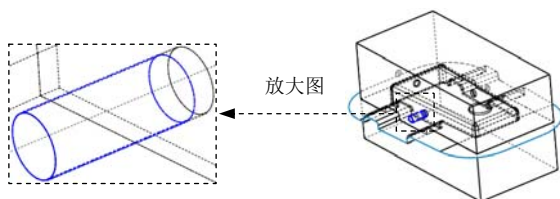

图 10.7.16 滑块 1
Step5. 单击“型心”对话框中的按钮，完成图 10.7.16 所示的滑块 1 的创建。